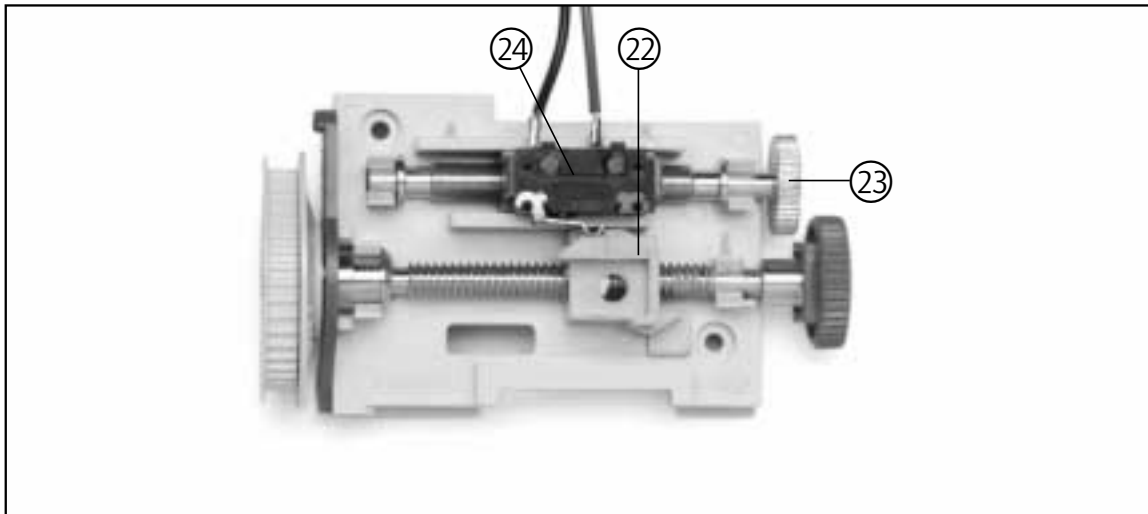

Abb. 12: Referenzpunkteinstellung (Endposition AUF)
- Verdrehen Sie jetzt mit dem kleineren Rändelrad (23) die Einstellspindel, bis der Referenzpunktschalter (24) vom Schaltschlitten (22) betätigt wird (siehe Abb. 12).
- Drehen Sie nun das kleinere Rändelrad (23) noch 2 Umdrehungen (Dynamic 121 - 128) bzw. 5 Umdrehungen (Dynamic 300 - 301) gegen den Uhrzeigersinn.